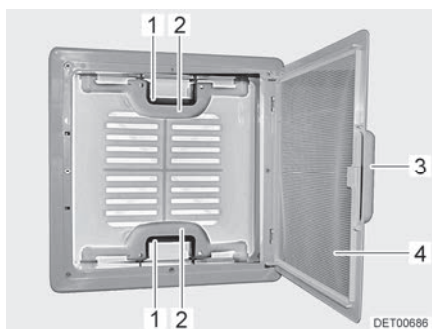

Bild 29 Taklucka med snäpplås
- Drag i handtaget (Bild 29,3).
- Fäll ned insektsskyddet (Bild 29,4).
- Tryck snäpplåset (Bild 29,1) mot takluckans insida. Tryck samtidigt takluckan uppåt med handtaget (Bild 29,2).
- Fäll upp insektsskyddet (Bild 29,4) så att det hakar i.
- Drag kraftigt ner takluckan med hjälp av båda handtagen (Bild 29,2) så långt, att snäpplåsen (Bild 29,1) går i lås.